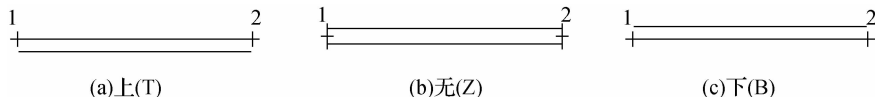

图 3-6 多线的对齐方式
(1) 对正(J): 与绘制直线相同, 绘制多线也要输入多线的端点, 但多线的宽度较大, 需要清楚拾取点在多线的哪一条线上, 即多线的对正方式, 默认为“上(T)”。AutoCAD 提供了 3 种对齐方式供选择, 如图 3-6 所示。